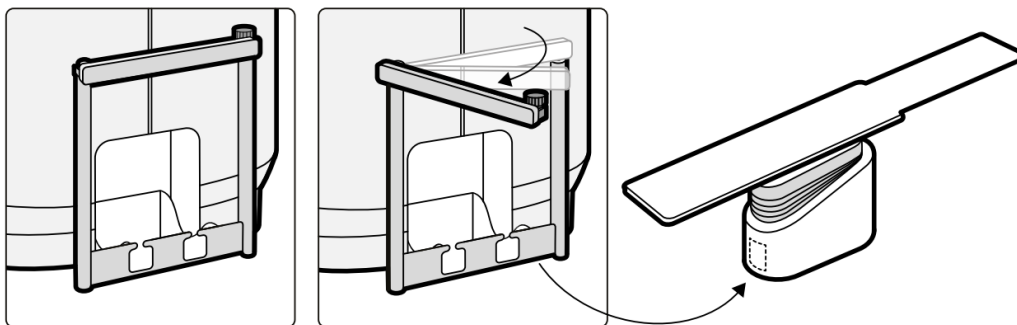

Abbildung 3: Zubehörschiene an der Tischbasis
* Die Tische AD7XT und AD7XNT verfügen über eine optionale Zubehörschiene an der Tischbasis. Abbildung 3 zeigt eine schematische Darstellung der Zubehörschiene, einschließlich ihrer Lage an der Tischbasis.